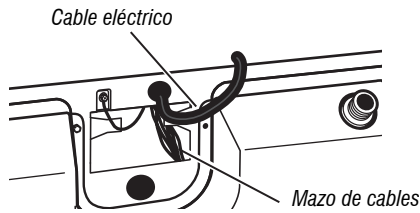
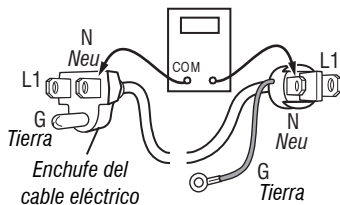

Figura 4: Conexión del cable al mazo del cable eléctrico para secadoras a gas
Figura 5: terminales del cable eléctrico, secadora a gas
3. Compruebe que el cable eléctrico esté conectado con firmeza al mazo de cables de la secadora. Consulte la Figura 4.
- Si no hay continuidad, desconecte el cable blanco del mazo principal del cable eléctrico en la ubicación indicada en la Figura 4. Compruebe la continuidad del hilo neutro del cable eléctrico, como se indica en la Figura 5. Si se encuentra un circuito abierto, reemplace el cable eléctrico. De lo contrario, continúe en el paso 6.